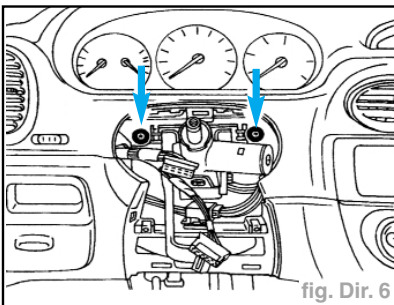

fig. Dir. 6
- Déposer les deux vis de fixation de la planche de bord (fig. Dir. 6).